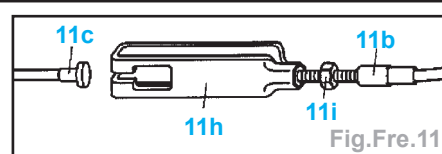

Fig.Fre.11
- desserrer le contre-écrou (11i) (Fig.Fre.11).
- desserrer le contre-écrou (11i) (Fig.Fre.11),
- Desserrer le contre-écrou (11i) (Fig.Fre.11).
- Desserrer le contre-écrou (11i) et desserrer le dispositif de rattrapage (11h) (Fig.Fre.11).